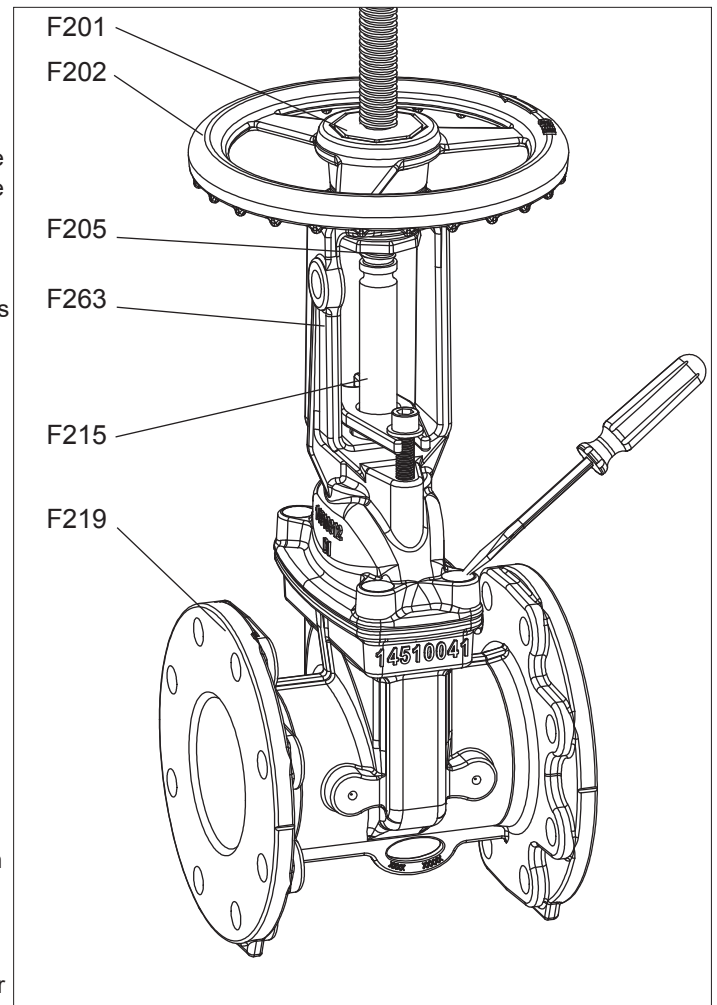

Fig. 6A
1. Con un destornillador pequeño de punta plana, retire el pegamento termofusible que cubre los pernos del bonete (F216). (Ver Fig. 6A)